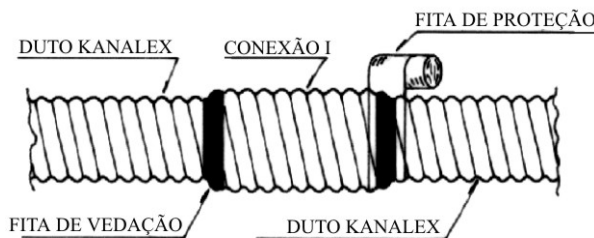

Figura 28
e) Aplicar a fita de vedação ou mastique e em seguida, a fita de proteção em todo o perímetro da conexão I (Figura 28).